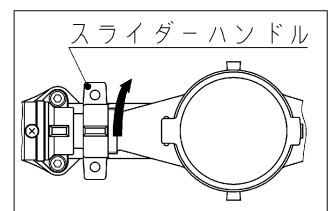

図4
- ① 結束バンドをハサミ等で切断して下さい。
- ② スライダークハンドルをO（開）方向へ回し、メータ圧着面を後退させ、メータを取り外して下さい。（図4参照）